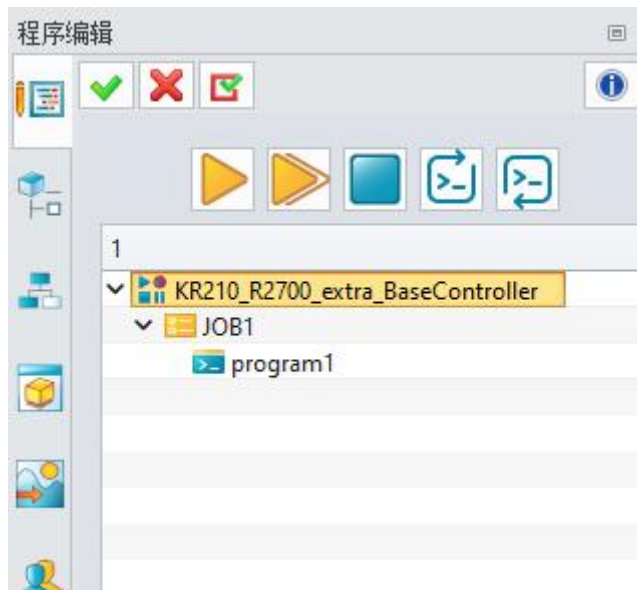

图 11-19: 运行按钮
- 在“IROBOTCAM”列中，点击“程序编辑”。(图 11-19)